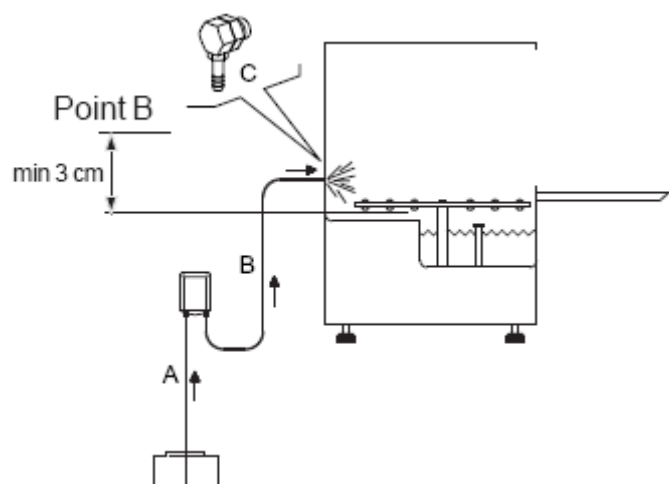

Fig 3.7
- c) Sluit de doseerpomp verder aan zoals getoond in het voorbeeld hiernaast. Fig3.7.